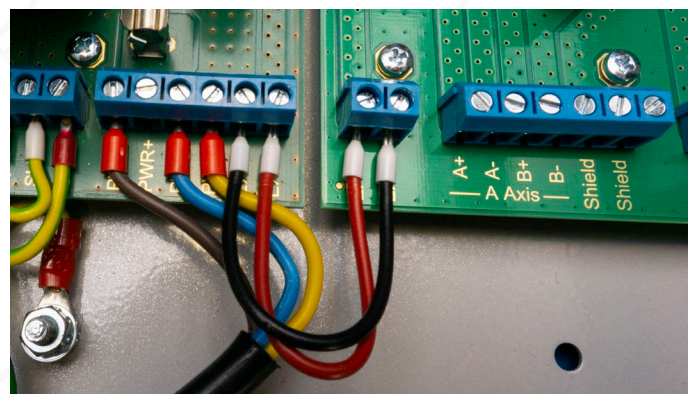

Bild 37: Kabelbrücken an EXT +/- zur Spannungsversorgung
- Verbinden Sie die Klemmen EXT +/- von C3 Drive-Module und C3 Drive-Module Extension mit den beiliegenden Kabelbrücken (Bild 37).